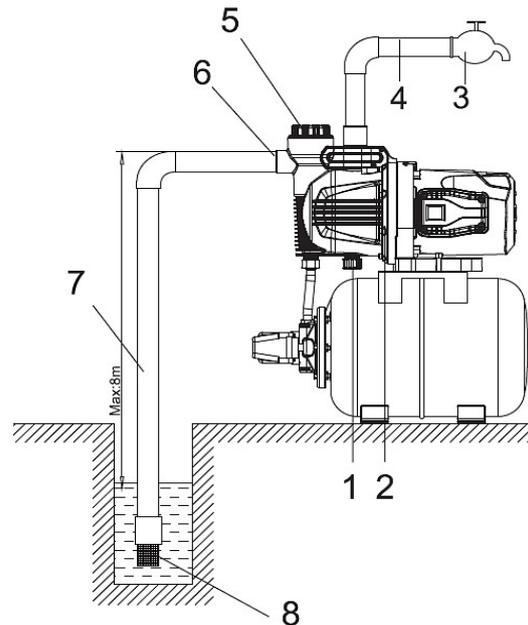

Abb. 8: Anschluss der Saugleitung
Schritt 2: Schließen Sie die Saugleitung (7, Abb.8) an der Pumpe an. Die Saugleitung sollte mindestens einen Innendurchmesser von 25 mm haben und muss knick-, druck und vakuumfest sein. Halten Sie die Saugleitung so kurz wie möglich, da mit zunehmender Länge die Pumpenkapazität abnimmt.
Schritt 3: Montieren Sie die Saugleitung (7, Abb.8) aufsteigend und mit höchstens einen Bogen zur Pumpe um Lufteinschlüsse zu vermeiden.
Schritt 4: Setzen Sie das Ventil (8, Abb.8) am Ende der Saugleitung ins Wasser (ca. 30 cm vom Boden entfernt) und sorgen Sie dafür, dass immer eine ausreichende Wasserversorgung gewährleistet ist.
Die Druckleitung (4, Abb.8) befördert die Flüssigkeit, die gefördert werden soll, von der Pumpe zur Entnahmestelle. Zur Vermeidung von Strömungsverlusten empfiehlt sich die Verwendung einer Druckleitung, die mindestens den gleichen Durchmesser hat wie der Druckanschluss der Pumpe.
Schritt 1: Entfernen Sie die Verschlusschraube am Einfüllstutzen (5, Abb.8) und gießen Sie sauberes Wasser hinein bis die Pumpe komplett mit Wasser gefüllt ist.
Schritt 2: Verschließen Sie den Einfüllstutzen (5, Abb.8) wieder mit der Verschlusschraube.